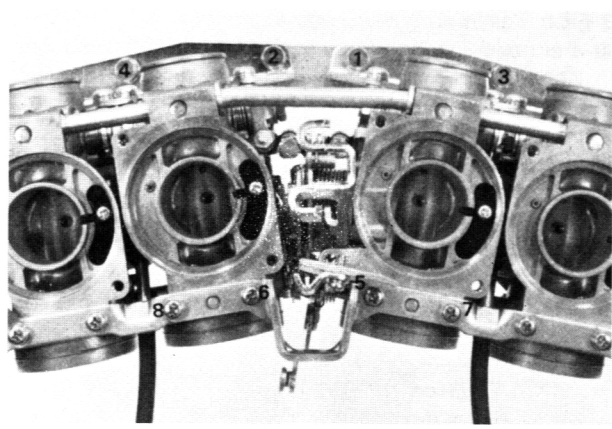

Bild 143
- Vorderen und hinteren Bügel in der in Bild 143 angegebenen Reihenfolge anziehen.